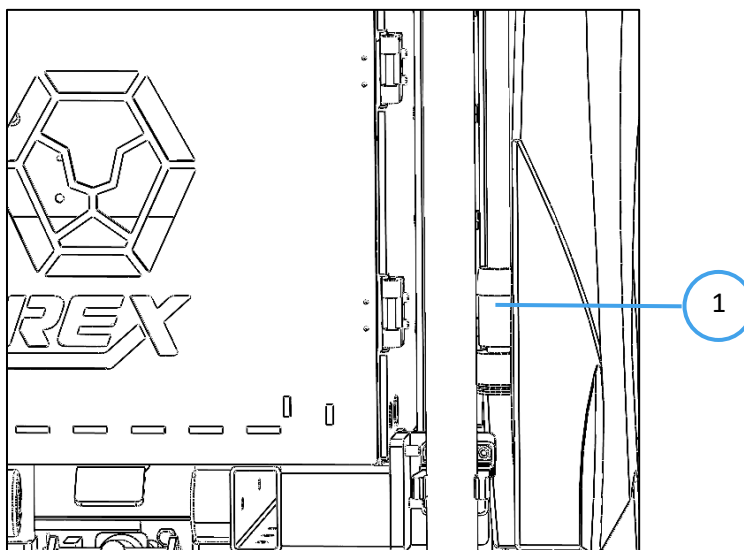

Fig. 3
7. **Vérifiez que le tuyau d'eau douce est exempt d'eau.** (Fig. 3 – 1).